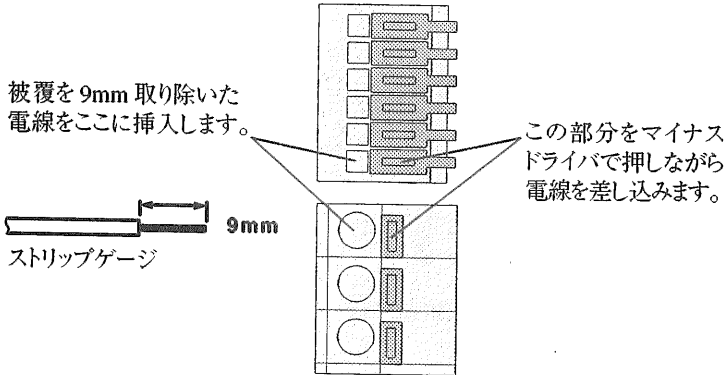

図3-2 コントロール端子への接続
- ・ 被覆は7mm～10mmの範囲(9mmを推奨)で取り除いてください。本機の上面または後面に表示されているストリップゲージ、または図3-2に示されているストリップゲージを使うと確実に行うことができます。
- ④ 図3-2に示したように、コントロール端子へ電線を挿入します。